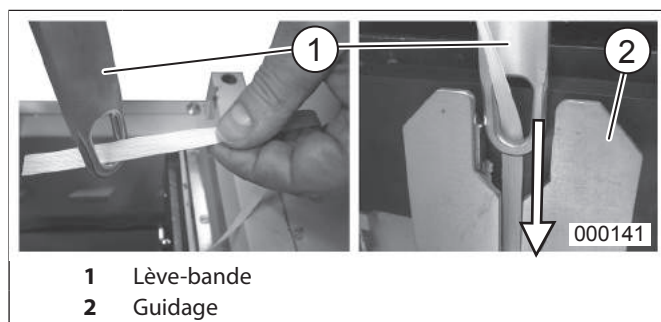

fig. 21 Lève-bande
2. Ouvrir le volet d'introduction et sortir les deux lèves-bande (fig. 21/1).
6. Détacher l'extrémité de la bande du câble de traction comme illustré, la faire passer par le lève-bande (fig. 21/1) puis remettre le lève-bande en place sur le vérin de compression (fig. 21/2) avec la bande enfilée.